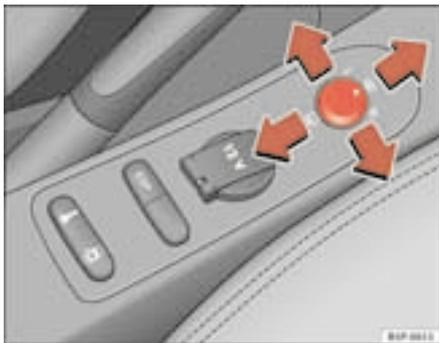

Fig. 89 Interruptor dos espelhos exteriores
1. Rodar o botão giratório ⇒ **fig. 89** para a posição **L (espelho retrovisor exterior da esquerda)**.
- Gire o comando para a frente, na posição central ⇒ **fig. 89** , para que os retrovisores térmicos aqueçam e a função de vidro pára-brisas aquecível* na zona de repouso das escovas, fique activa ⇒ página 125.
- Rodar o botão ⇒ **fig. 89** para a posição  para dobrar os espelhos exteriores para dentro. Antes de entrar numa instalação de lavagem automática, dobrar sempre os espelhos exteriores para dentro, a fim de evitar danos.